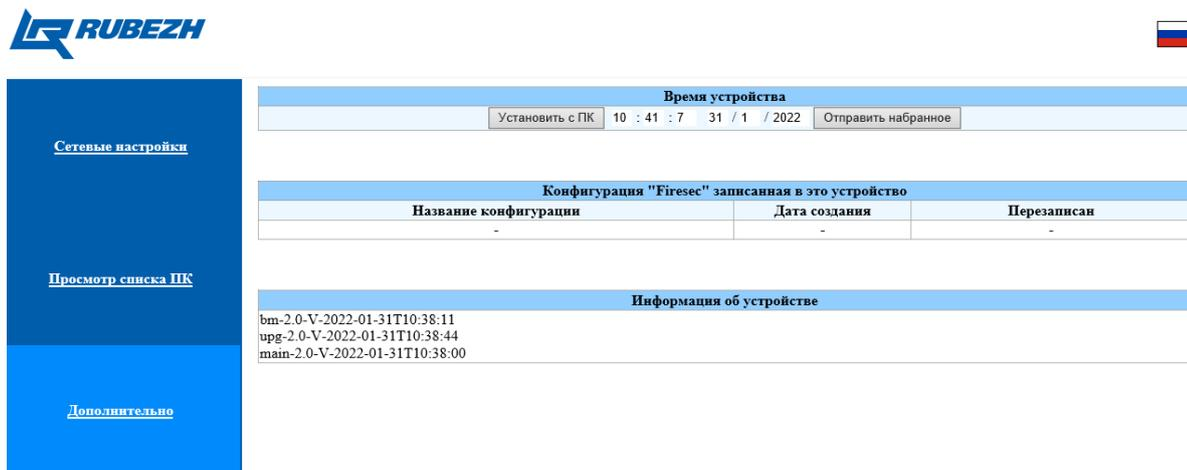

Рисунок 5.49
– на вкладке **Additionally** (рисунок 5.49) с помощью кнопки «Setup from PC» можно синхронизировать время с ПК. При необходимости можно выставить другое время и нажать кнопку «Send typed». В окне «Config device» указывается имя и время записанной конфигурации с ПО FireSec.